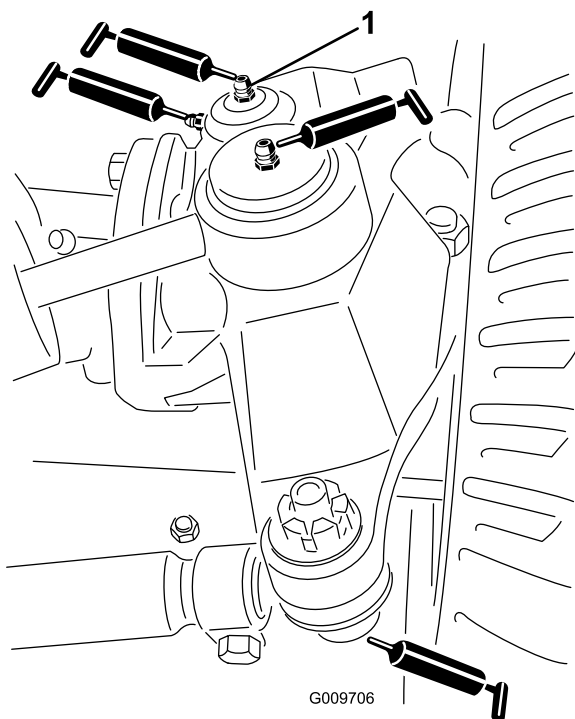

Figure 45
- Rotules de vérin de direction (2), comme montré à la Figure 45
- Rotules de biellettes de direction (2), comme montré à la Figure 45
- Bagues de pivot de fusée (2), comme montré à la Figure 45